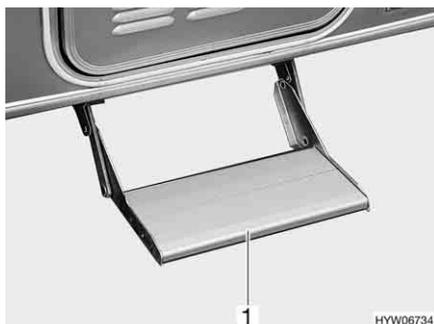

Fig. 9 Scalino di ingresso (integrato)
- Afferrare dal basso lo scalino di ingresso (Fig. 9,1) ed estrarlo finchè non si innesta.
- Afferrare dal basso lo scalino di ingresso (Fig. 9,1) e sollevarlo leggermente.